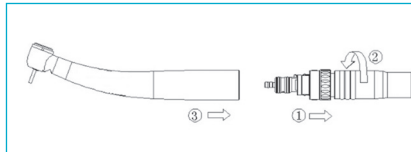

Fig. 6-11
- Vissez le coupleur à LED sur le cordon turbine (Fig. 6-11①).
- Serrez le bouchon fileté du cordon turbine à la main (Fig. 6-11②).
- Montez le dispositif médical avec précision sur le coupleur à LED jusqu'à ce qu'il se verrouille dans le dispositif médical en émettant un bruit (Fig. 6-11③).